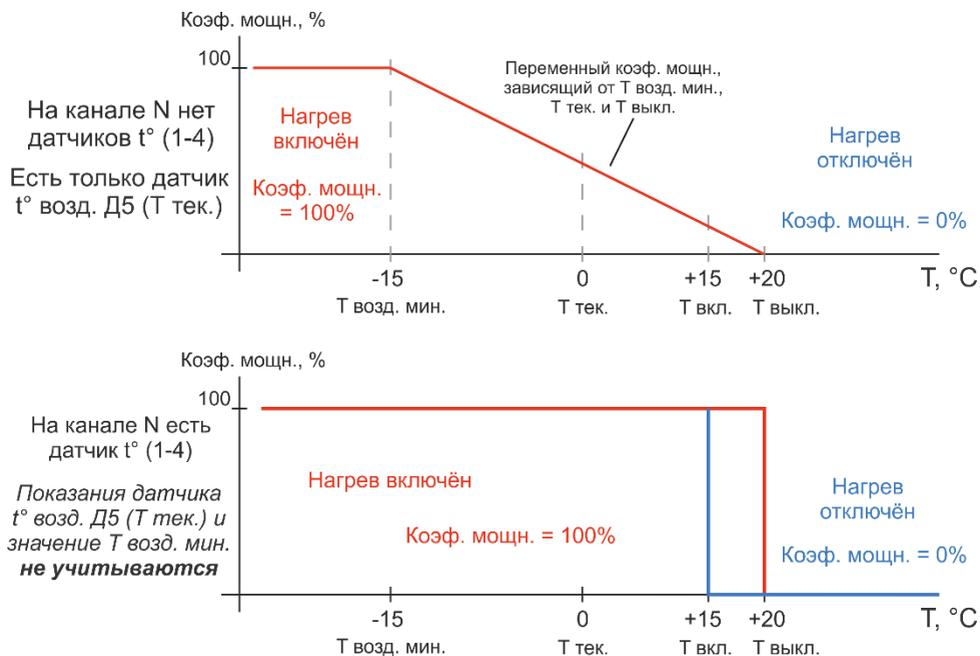

Рисунок 12. Алгоритм работы нагрева на произвольном канале N (от 1 до 4) в зависимости от наличия на этом канале датчика t° поверхности
P – это время от цикла реле (периода нагрева), в течении которого будет включён нагрев. То есть нагрев при указанных на верхнем графике рис. 12 параметрах будет осуществляться в течении $50 \times 57,14\% = 30,86$ минут. Оставшиеся $(50 - 30,86) = 19,14$ минут нагрев осуществляться не будет.
- если в какой-либо строчке отображается измеренное значение температуры, то это означает, что для данного канала подключён датчик температуры поверхности и этот канал работает по алгоритму «Труба» (см. рис. 12 и п. 7.1.) **независимо от показаний и наличия датчика Д5**
- справа в каждой строчке отображается вычисленный коэффициент мощности в соответствии с графиком на рис. 12